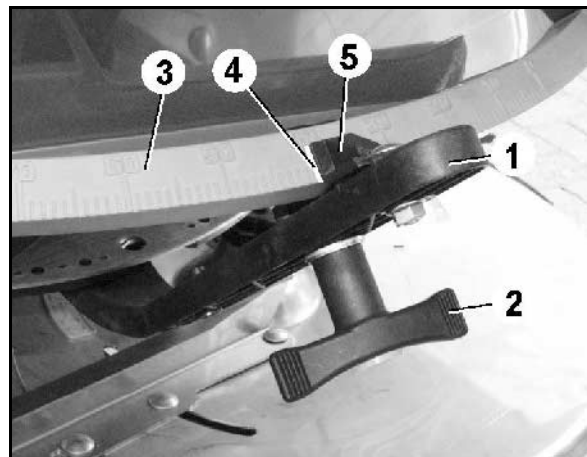

Fig. 11
Mengdeinnstillingen skjer da ifølge spredetabellen ved hjelp av stillespaken (Fig. 11/1).
2. Løsne vingemutteren (Fig. 11/2).
3. Finn den nødvendige spjeldstillingen på skalaen (Fig. 11/3).
4. Still avlesingskanten (Fig. 11/4) til stillespakviseren (Fig. 11/5) på skalaverdien.
5. Trekk vingemutteren (Fig. 11/2) godt til igjen.